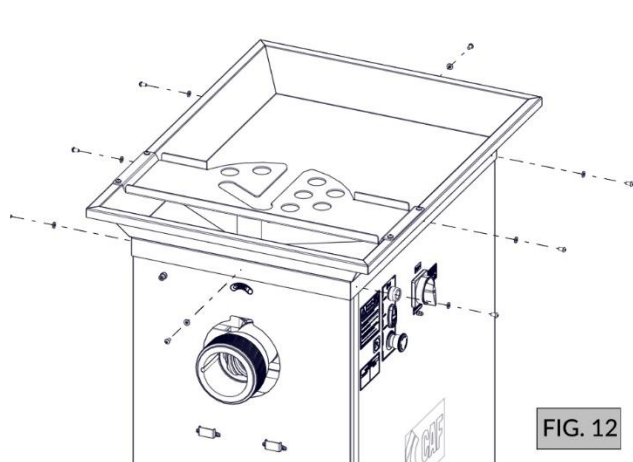
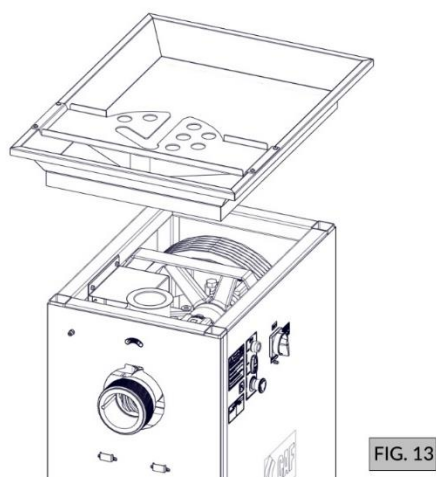

FIG. 12
FIG. 13
7. Retire os parafusos da bandeja (FIG. 12) e puxe a bandeja para cima para retirá-la (FIG. 13);